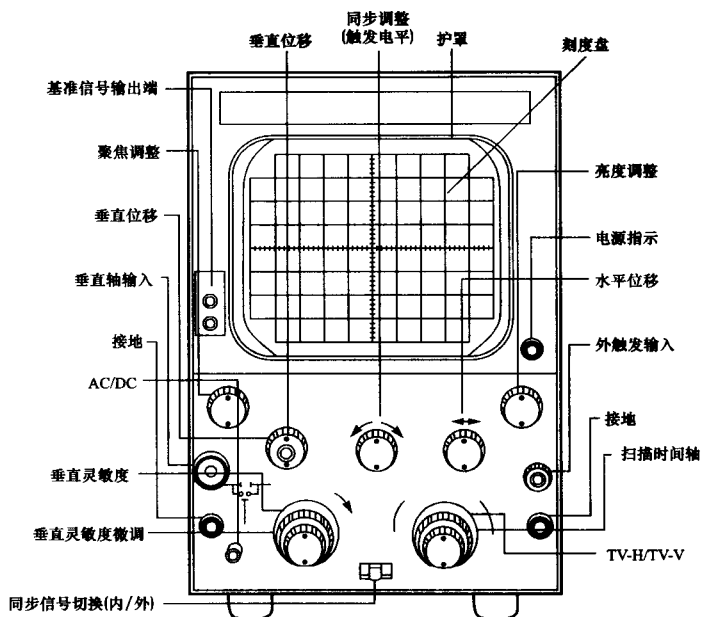
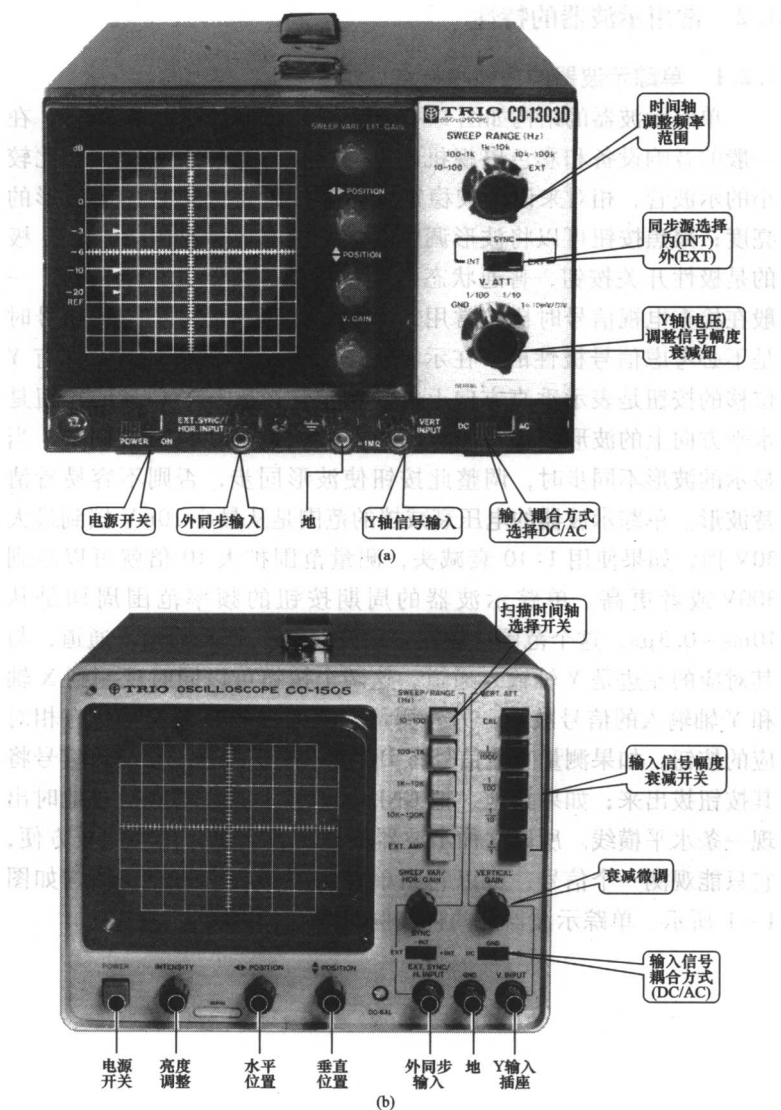

图 1-1 单踪示波器
图 1-2 单踪示波器的两种实例
(3) 从电路结构来分有电子管示波器、晶体管示波器和集成电路示波器。
(4) 从测量功能来分有模拟示波器和数字式记忆示波器。数字式记忆示波器是将测量的信号数字化以后暂存在存储器中, 然后再从存储器中读出显示在示波管上。在测量数字信号的场合经常使用, 便于观察数字数据信号的波形和信号内容。
(5) 示波器从波形显示器件来分有阴极射线管 (CRT) 示波器, 有彩色液晶显示器和用电脑彩色监视器作为显示器件的示波器。图 1-1 为单踪示波器示意图。
单踪示波器的结构如图 1-1 所示。最高显示频率是 7MHz，在一般的音响设备和彩色电视机检修当中可以使用，它有一个比较小的示波管，相对来说比较稳定。亮度按钮是调整它显示波形的亮度；聚焦按钮可以将波形调整到最佳状态。标有（+、-）极的是极性开关按钮，普通状态下是正极性，按下去是负极性，一般在检查电视信号时比较常用，而看一般正弦信号和脉冲信号时是不必考虑信号极性的。在示波管下面有三个按钮，其中标有 Y 位移的按钮是表示垂直方向上的波形位移，标有 X 位移的按钮是水平方向上的波形位移，标有同步的按钮是表示信号的同步，当显示的波形不同步时，调整此按钮使波形同步，否则不容易看清楚波形。单踪示波器的电压衰减挡的范围是从最小 10mV 挡到最大 30V 挡，如果使用 1:10 衰减头，测量范围扩大 10 倍就可以达到 300V 或者更高。单踪示波器的周期按钮的频率范围周期是从 10ms ~ 0.3 μ s，这个范围比较宽。示波器有一个 X 轴输入通道，与其对应的左边是 Y 轴输入通道，这两个按钮可以同时观测到 X 轴和 Y 轴输入的信号波形，另外测量交流信号和直流信号也有相对应的按钮，如果测量直流信号将 DC 按钮按下去；测量交流信号将其按钮拔出来；如果接地，把 GND 按钮按下去，信号被接地时出现一条水平横线。所以这种示波器按钮比较简单，使用比较方便，它只能观测一个信号，所以它叫单踪示波器。它的外观结构如图 1-1 所示。单踪示波器的两种实例如图 1-2 所示。